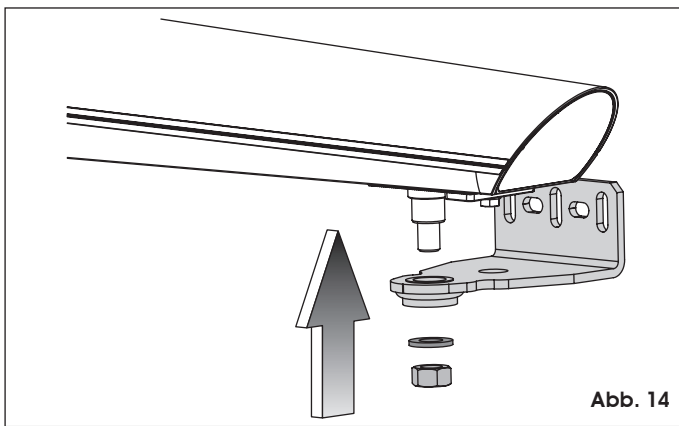

Abb. 14
5. Den hinteren Bügel montieren (siehe Abb. 14).